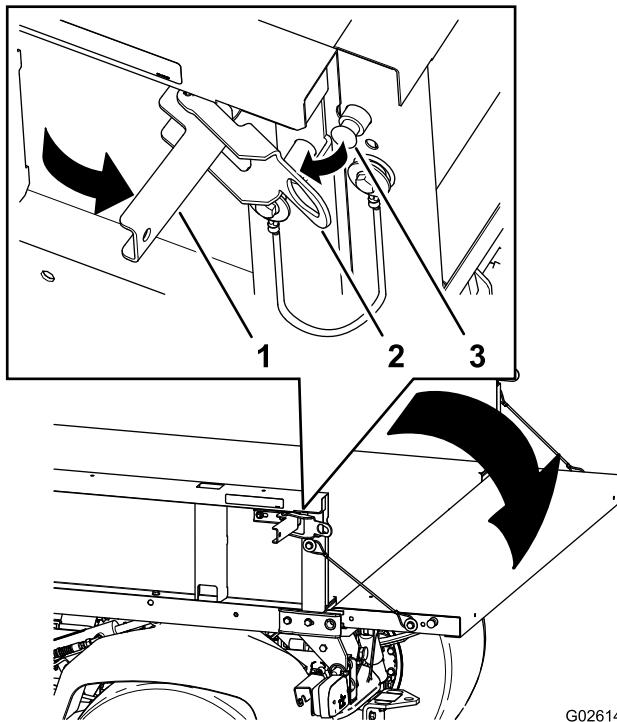

Figure 13
2. Ouvrez les verrous sur les côtés droit et gauche du plateau de chargement et abaissez le hayon (Figure 13).